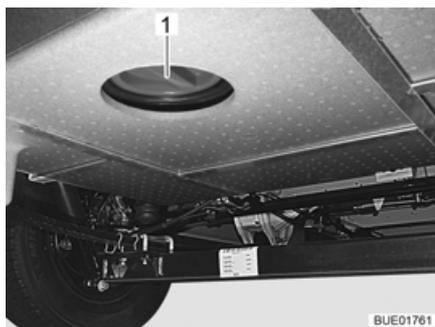

Bild 211 Reinigungsöffnung Abwassertank
- Reinigungsöffnung (Bild 211,1) am Abwassertank und Ablasshahn öffnen.